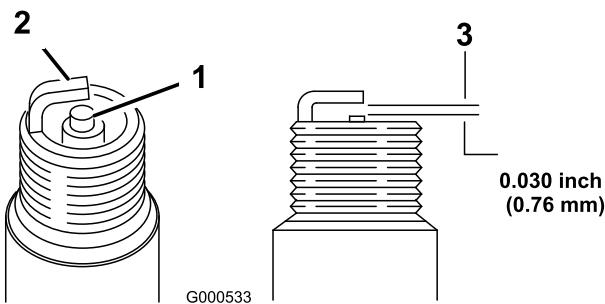

Figura 31
5. Fije el hueco entre los electrodos en 0.76 mm (0.030 pulgadas) (Figura 31).